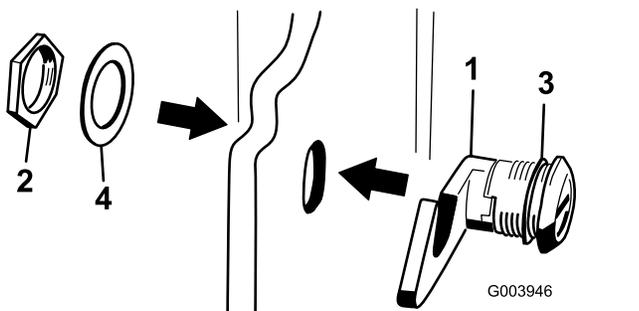

Рисунок 20
3. Выверните гайку с узла защелки капота (Рисунок 20).